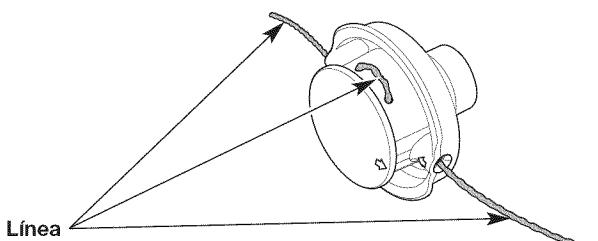

Fig. 9
- Hale los extremos de la línea hasta que la misma esté apretada contra el cabezal de corte. Asegúrese de que los extremos de la línea sean de igual longitud (Fig. 9).